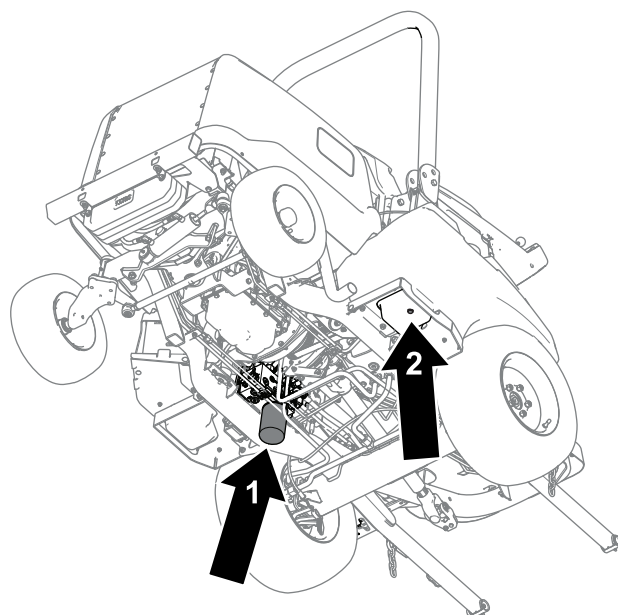

Figura 85
4. Deconectați bușonul de golire (Figura 85) din partea de jos a rezervorului i lăsați uleiul hidraulic să curgă în tavă.
6. Amplasai o tavă de scurgere sub filtru (Figura 85), îndepărtați filtrul și lăsați să se scurgă în tavă uleiul rămas.